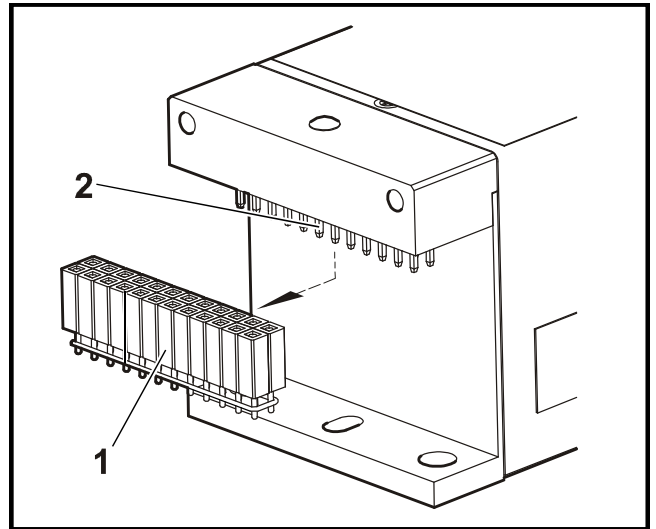

Abb. 6 Transportstecker entfernen
- Falls vorhanden, entfernen Sie den Transportstecker (Abb. 6/1) am Laserkopfanschluss (Buchsenleiste 24-polig, (Abb. 6/2) erst bei Anschluss des Lasers an das System.